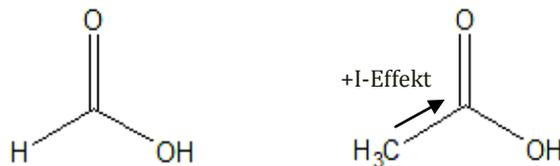

Abbildung 4: Strukturformel der Ameisensäure ohne positiven induktiven Effekt (links), Essigsäure mit positivem induktiven Effekt (rechts).
a) Die Abnahme der Säurestärke lässt sich mit Hilfe des positiven induktiven Effekts durch die zusätzliche Methylgruppe erklären, die von der Ameisensäure zur Essigsäure (siehe Abbildung 4) bzw. von der Essigsäure zur Propionsäure dazu kommt. Die Bindung zwischen dem Wasserstoff- und Sauerstoffatom der Hydroxylgruppe wird dadurch immer weniger polarisiert, so dass eine Deprotonierung mit zunehmender Alkylrestkette erschwert wird.